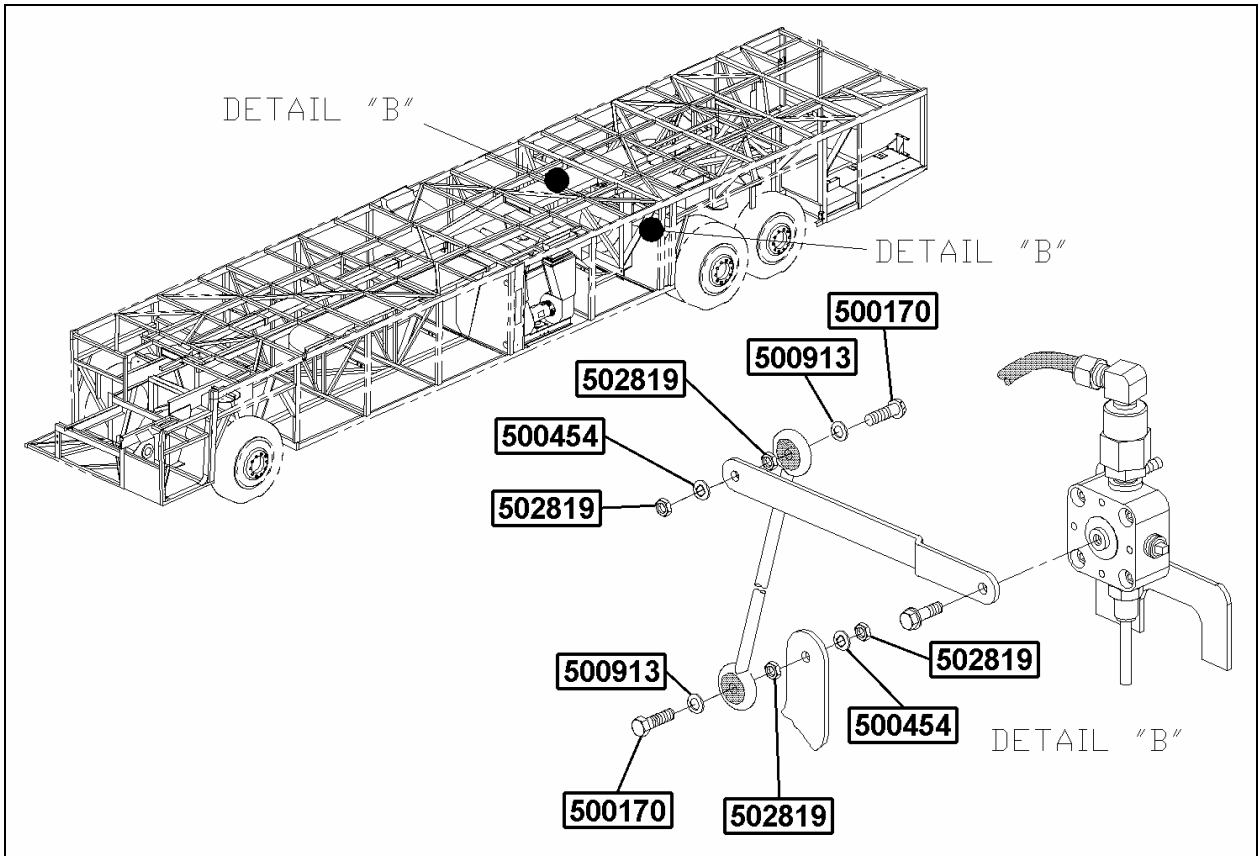

FIGURE 1 : INSTALLATION TYPIQUE
1. Retirer la vis de fixation à épaulement et les écrous en place. Installer le nouveau boulon (500170), rondelle (500913), écrous (502819) et rondelle-frein (500454) comme l'indique la figure 1.